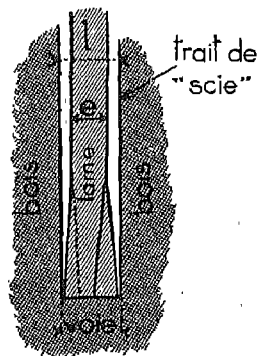

Fig. 2. — Voie de la scie. La largeur  $l$  du trait de scie est plus grande que l'épaisseur  $e$  de la lame, parce que la scie a de la voie.
b) Faites un *trait de scie* dans une bûche : vous constatez qu'il est plus large que la lame (fig. 2), de sorte que celle-ci glisse sans frotter